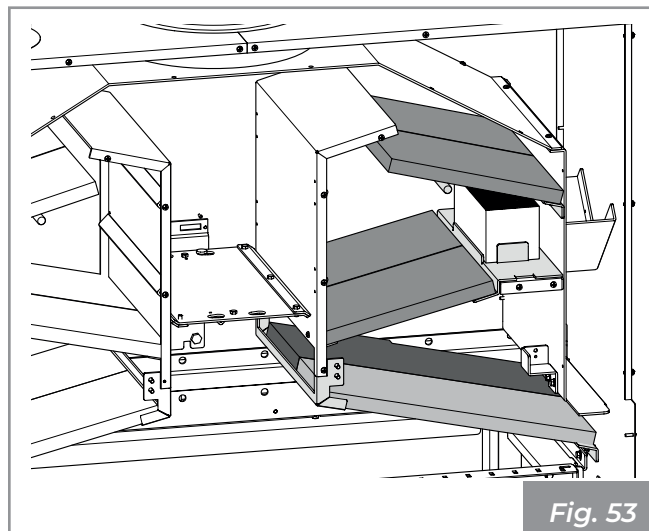

Fig. 53
- 8) Procéder de la même façon du côté opposé (Fig. 53).